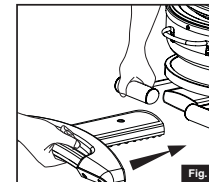

Fig. 5
- Inserte el asa para remolcar en el soporte del estante de la parrilla. (Fig. 5)